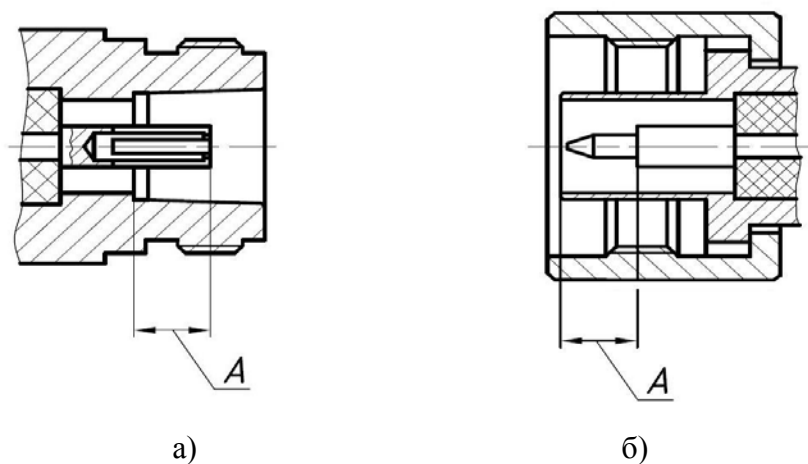

Рисунок 1 – Соединители тип Ш или тип N
7.2.2 Проверке подлежат присоединительные размеры следующих соединителей: выхода СВЧ блока генераторно-измерительного, входа головок детекторных, входного и измерительного портов датчиков КСВ, кабеля СВЧ, нагрузок комбинированных и переходов коаксиальных из комплекта. При проверке измеряется только размер А соединителей типов Ш или N (рисунок 1).